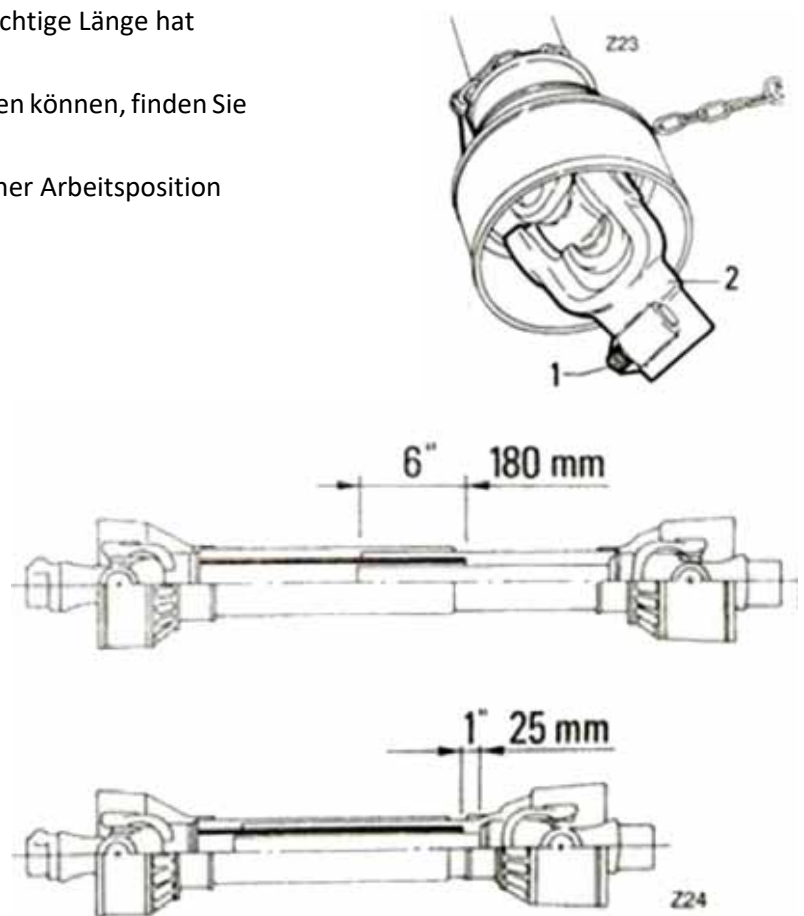

Abbildung 10
- Überprüfen Sie, ob die Antriebswelle die richtige Länge hat (Abb. 10).